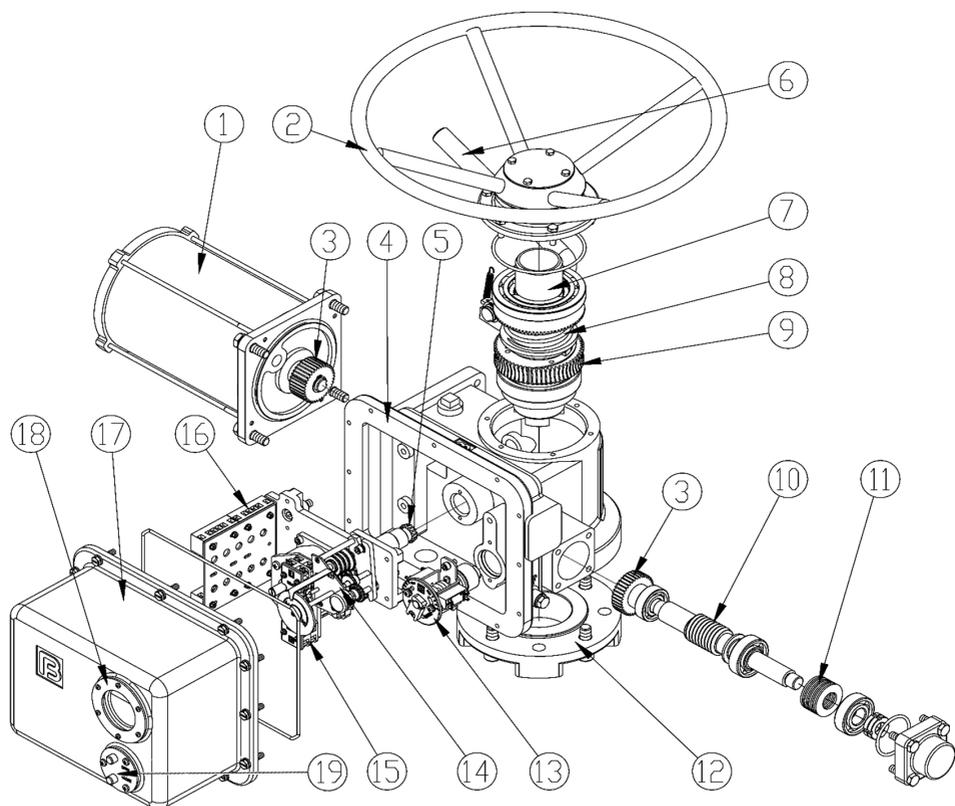
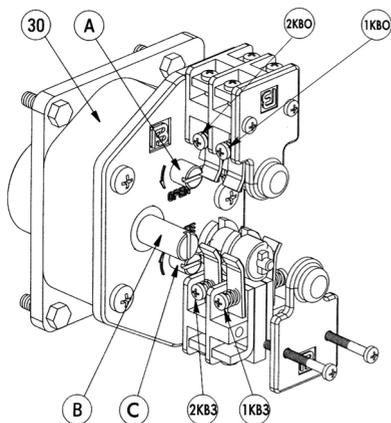

Рис.1 Электроприводы серии ГЗ-А, ГЗ-Б
Рис. 2 Ограничитель хода выходного вала
## 2.1 Электроприводы серии ГЗ-А, ГЗ-Б (рис. 1)
**Ограничитель хода выходного вала** состоит из редуктора 30 (рис. 2) и роторного механизма микровыключателей.
**Двухсторонняя муфта ограничения крутящего момента** (13) (рис. 1) состоит из червячного вала (10), сбалансированного по осевым перемещениям тарельчатыми пружинами (11) и ограничителя крутящего момента с пластиной С (рис 3).
Индикатор положения затвора арматуры (15) (рис. 1) состоит из набора установочных шестерен, потенциометра (40), регулируемых дисков с указателем положения затвора (47, 48). На стержне (42) имеется 4 зубчатых зацепления, позволяющих фиксировать шестерню (43), для трехступенчатой индикации положения затвора арматуры.
Вращение от электродвигателя (1) (рис. 1) через прямозубую цилиндрическую шестерню (3) передаётся на червячный редуктор (9, 10), который обеспечивает вращательное движение выходного вала (7) и через кулачковую муфту преобразуется в поступательное движение штока затвора арматуры.
Ограничитель хода выходного вала (рис. 2) через переходной вал (5) (рис. 1) механически связан с выходным валом электропривода. После надлежащей настройки ограничитель хода выходного вала соответствует определенным положениям затвора. При достижении затвором арматуры этих положений срабатывают соответствующие микровыключатели, отключая электропитание электродвигателя.
Индикатор положения затвора арматуры (15) (рис. 1) механически связан с валом ограничителя хода выходного вала. После надлежащей настройки указания индикатора соответствуют определенным положениям затвора арматуры независимо от режима работы электропривода – ручного или электрического.